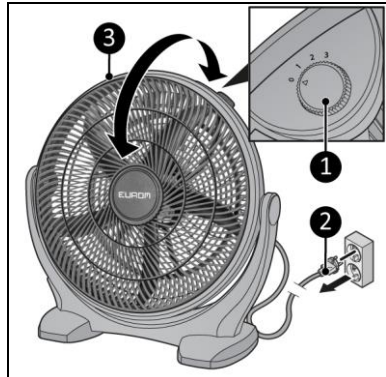

Abbildung 5
1. Drehen Sie den Drehknopf (Abbildung 5, Pos. 1) auf die gewünschte Einstellung:
1. Stellen Sie sicher, dass sich der Steuerknopf in der Position AUS befindet (Abbildung 5, Pos. 1).
2. Schieben Sie den Hauptkörper (Abbildung 5, Pos. 3) vorsichtig in die gewünschte Position.
2. Ziehen Sie den Netzstecker aus der Steckdose. (Abbildung 5, Pos. 2)